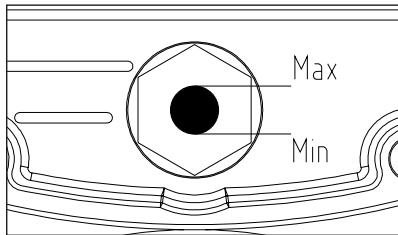

Рис. 3
- 6.7 Замените при необходимости транспортную пластиковую пробку на крышке картера сапуном, если он не был установлен. Проверьте уровень масла по меткам на окне маслозказателя картера (Рис. 3), уровень масла должен быть не ниже среднего положения в контрольном окне картера.
трольном окне картера (Рис. 3). При необходимости доливайте масло (марка масла должна соответствовать марке масла, залитого в компрессор). После первых 50 часов работы или при изменении цвета масла (побеление – присутствие воды, потемнение – сильный перегрев) рекомендуется заменить его. Для замены масла нужно отвинтить сливную пробку на крышке картера, слить все масло из картера и вновь закрутить пробку. Не допускайте утечек масла из соединений и попадания масла на наружные поверхности компрессора.